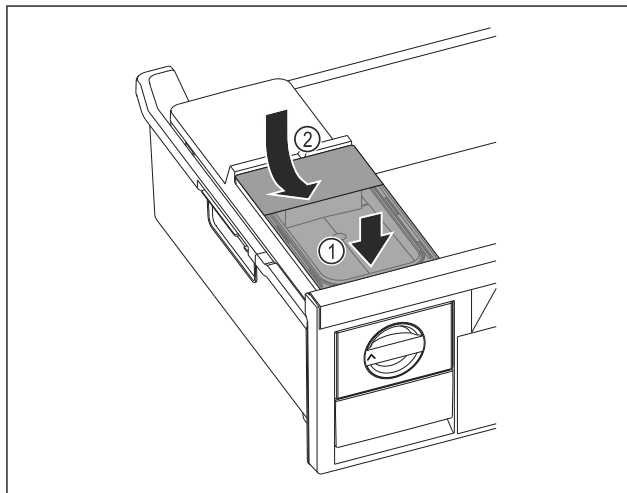

Fig. 125
- ▶ Установите бак для воды спереди Fig. 125 (1)
- ▶ Опустите бак для воды сзади Fig. 125 (2)